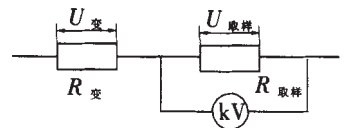

图 1
(1) 阴极线或阳极板上有积灰。电除尘器送电后, 二次电压升到一定值, 由于放电产生的电晕电流受到灰尘的限制不能继续增大, 二次电压亦不能继续升高, 甚至可造成短路、跳闸。
(2) 电场内阳、阴极板距发生变化, 造成阴极线不能正常放电, 二次电压偏低。
(3) 二次取样回路取样电阻部分损坏。取样回路近似图见图 1。取样电阻部分损坏后, 电阻值